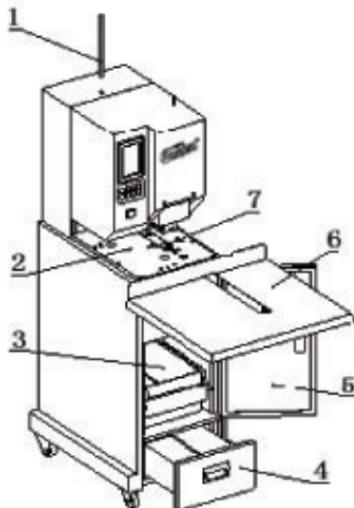

图 2
- 2) 工作台及集屑箱的装配位置如图2。
- 3) 橡胶垫、尼龙管是本机的配件、装配位置如图2。